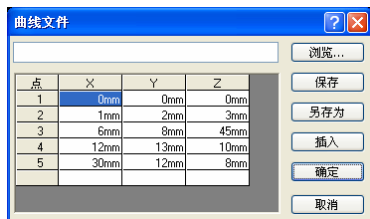

图 7-36 “曲线文件”对话框
① 单击曲线工具栏上的通过 XYZ 点的曲线按钮, 或选择“插入”→“曲线”→“通过 XYZ 点的曲线”命令。
② 在弹出的“曲线文件”对话框(图 7-36)中输入自由点的空间坐标, 同时在图形区域中可以预览生成的样条曲线。